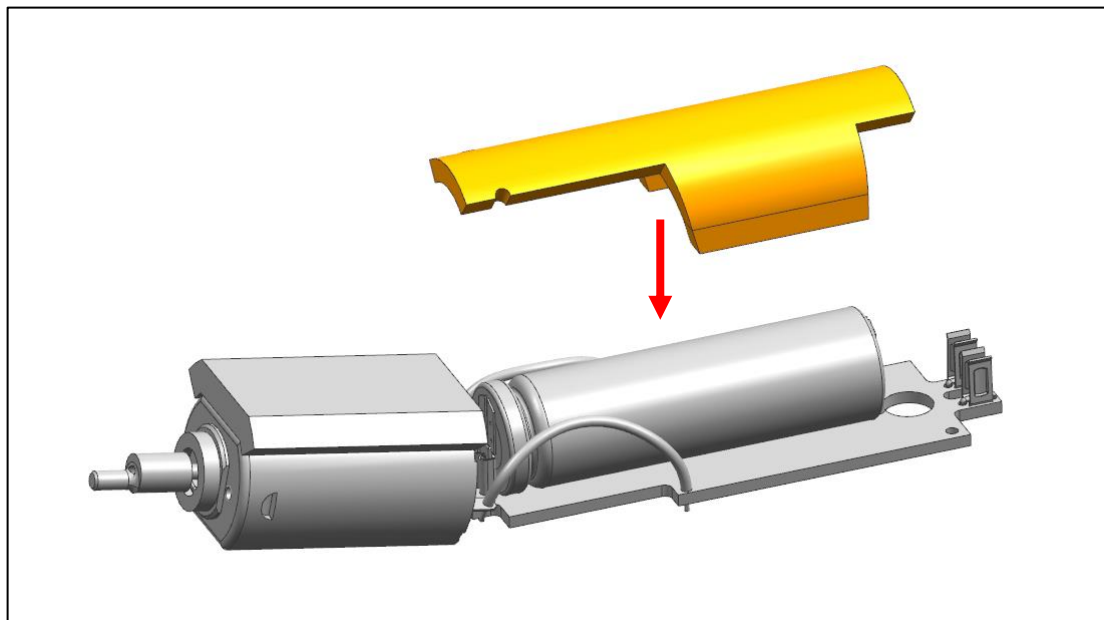

Abb. 39
a) Kleben Sie die Einlage auf den Akku auf (Abb. 39).